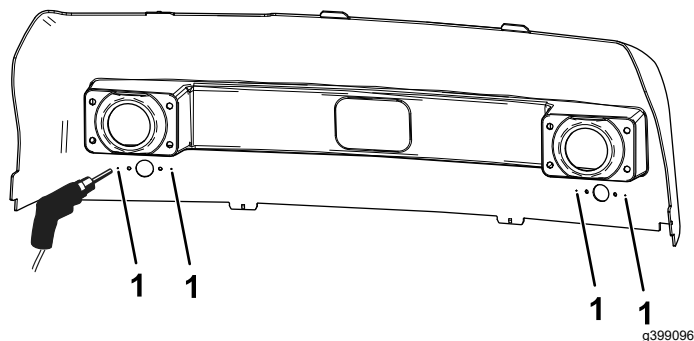

Рисунок 22
2. С внутренней стороны капота найдите 4 точки рядом с отверстиями указателей поворота и просверлите отверстия диаметром 6 мм, как показано на Рисунок 22